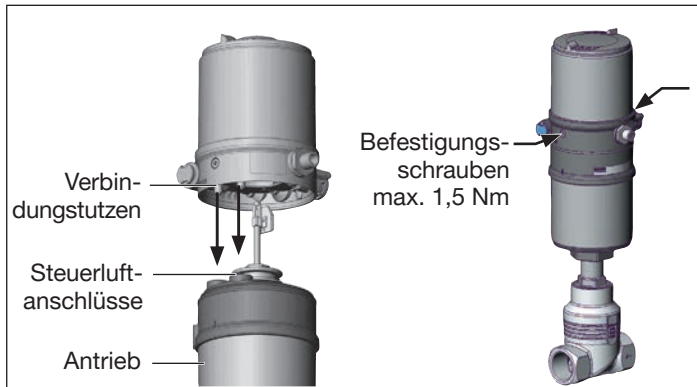

Bild 7: Montage Positioner, Reihe 2103, 2300 und 2301
2. die Verbindungsstutzen des Positioners in die Steuerluftanschlüsse des Antriebs (siehe „Bild 7“) hineinfinden.